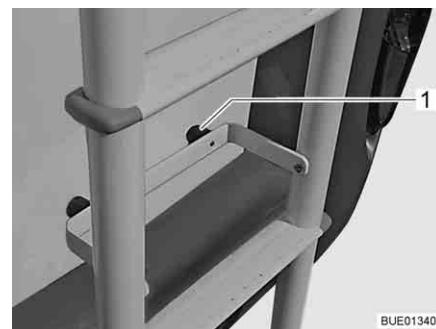

Bild 2 Hopfällbar steg, stegen nedfälld
- Sätt skyddsbygeln med gummiknopparna (Bild 2,1) mot fordonsväggen.